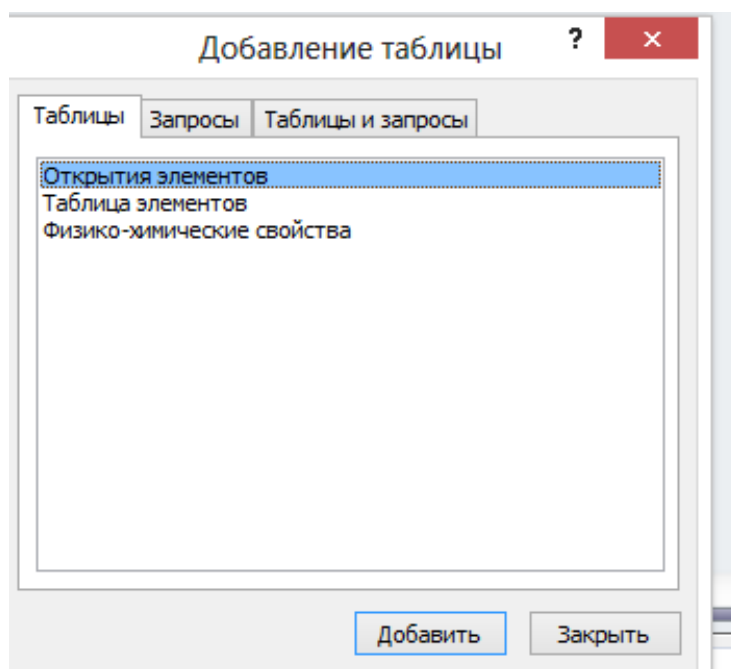

Рисунок 62 – Диалоговое окно *Добавление таблицы* в запрос
2. В окне *Добавление таблицы* выберите таблицу *Открытие элементов* и щелкните на кнопке *Добавить* (рисунок 62). Закройте окно *Добавление таблицы*.